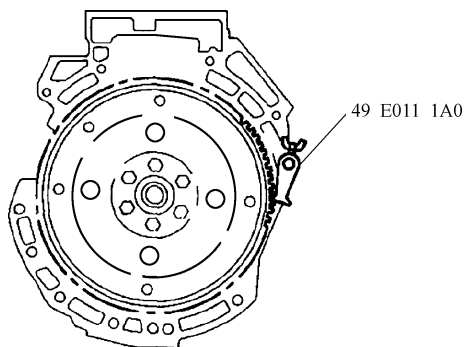

图 25-41 用专用工具固定曲轴
- 2) 按照图 25-41 所示，用专用工具把曲轴固定，使其不能转动。